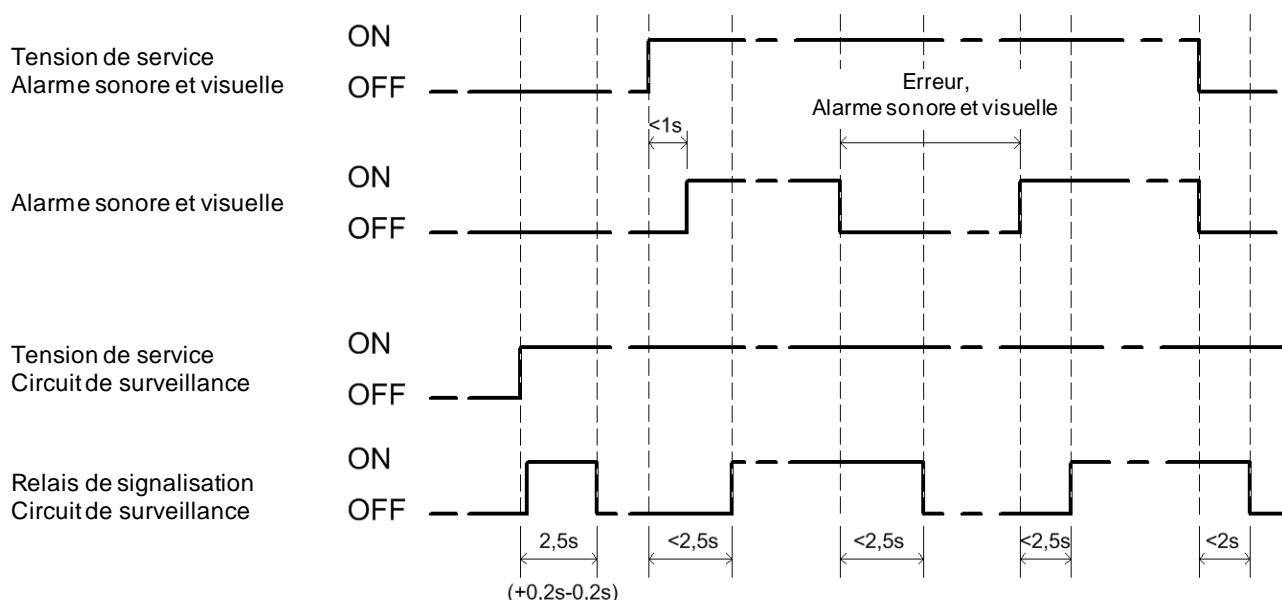

Figure 5 – Temps de réaction du relais de signalisation
Le système de commande et de guidage requis doit être en mesure d'effectuer une analyse d'erreur en émettant un signal d'erreur par rapport à l'état de fonctionnement du clignotant et du circuit de surveillance. Les dépendances suivantes entre l'état de service et la sortie de signalisation d'erreur sont possibles pour cette configuration. Veuillez également noter les états de commutation possibles comme indiqué sur la figure Figure 5 – Temps de réaction du relais de signalisation.
- Une mise en marche de la tension d'alimentation du voyant avec alimentation simultanée du circuit de surveillance en bon état, provoque un changement des contacts de relais S1 et S2. Si le changement ne se produit pas, une erreur s'est produite dans le témoin, dans le circuit de surveillance ou dans les câbles de raccordement, voir également les dépendances temporelles dans Figure 5 – Temps de réaction
Les deux sous-systèmes, le voyant et le circuit de surveillance ont des connexions d'alimentation séparées. Cela permet de vérifier la fonction et peut être exécuté comme suit (voir les dépendances temporelles Figure 5 – Temps de réaction du relais de signalisation) :
Des conclusions sur la possibilité de maintenir le temps de sécurité du processus peuvent être obtenues à partir du diagramme fonctionnel et de temporisation (Figure 5 – Temps de réaction du relais de signalisation). Voici les temps de réaction pour la génération du signal d'avertissement sonore et visuel et / ou l'état de commutation du relais de message de défaut en fonction de l'activation des tensions de fonctionnement indiquées.